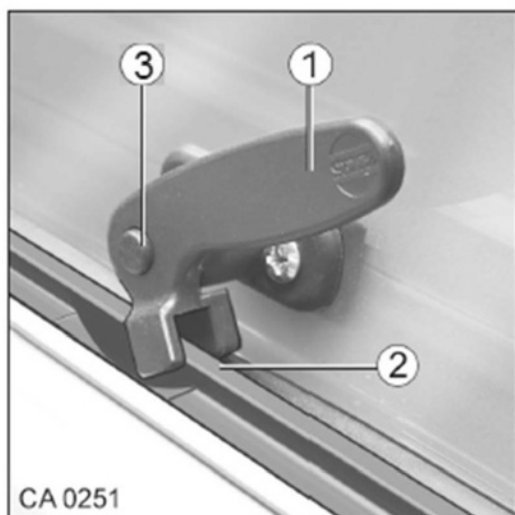

Fig. 57 Verrouillage des vitres orientables
1. Appuyer sur le bouton de blocage (Fig. 57/3) et le maintenir appuyé.
2. Placer le levier de verrouillage (Fig. 57/1) verticalement.
4. Tourner de nouveau la clé du levier de verrouillage (Fig. 57/1) en position initiale. Fermer le levier de verrouillage de manière à ce que celui-ci s'engage autour de l'entretoise de la vitre (Fig. 57/2).
5. Vérifier si le bouton de blocage n'est pas enfoncé, mais sécurise le levier de verrouillage (Fig. 57/1).